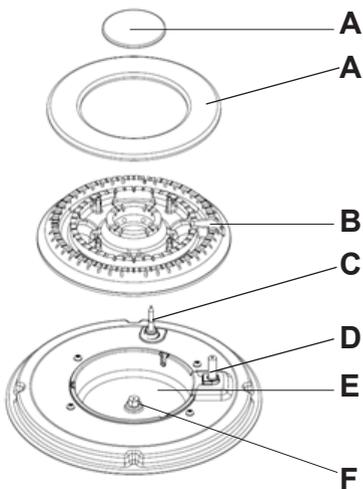

Figura 7
2. A continuación, ajustar la llama según se desee y mantenga pulsando la perilla 10 segundos más para que el calor de la llama active la válvula de seguridad (Figura 7 C). A continuación suelte la perilla y ajuste la llama de acordado o deseado. Si después de varios intentos la llama no enciende, verificar si las tapas (Figura 7 A) y los separadores (Figura 7 B) se han montado correctamente.